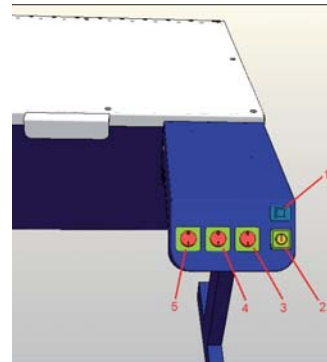

Figura 11: Consola de control
- Desconectar la alimentación el láser en la consola de control mediante el interruptor de llave (Figura 11, posición 2). Se apaga la indicación de advertencia de emisión (Figura 11, posición1).
- Pocos minutos después se desactiva automáticamente el ventilador externo del láser de argón. Ahora también puede colocar el interruptor para el láser (Figura 11, posición 3) en la posición "O".
- A continuación, desconectar el interruptor del escáner TCS SP5 (Figura 11, posición 4)
- Desconectar el interruptor de la Workstation TCS en la consola de control (Figura 11, posición 5).
5. Paso seguido apagar y encender el SCANNER POWER de la consola de control (figura 11, posición 4)